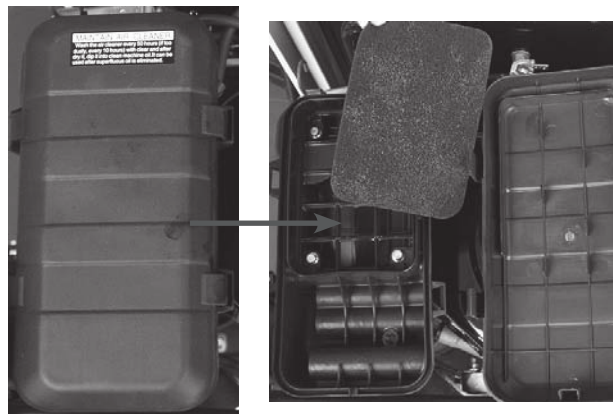

Рис.11
1. Отожмите защелку (5) Рис.1 и снимите крышку воздушного фильтра (Рис.11)